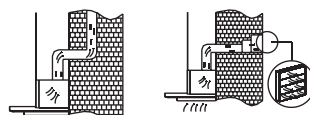

Рис. 5
5. Выведите другой конец воздуховода в вентиляционную шахту или на улицу через наружную стену. Убедитесь в отсутствии щелей в соединениях. (Рис. 5)